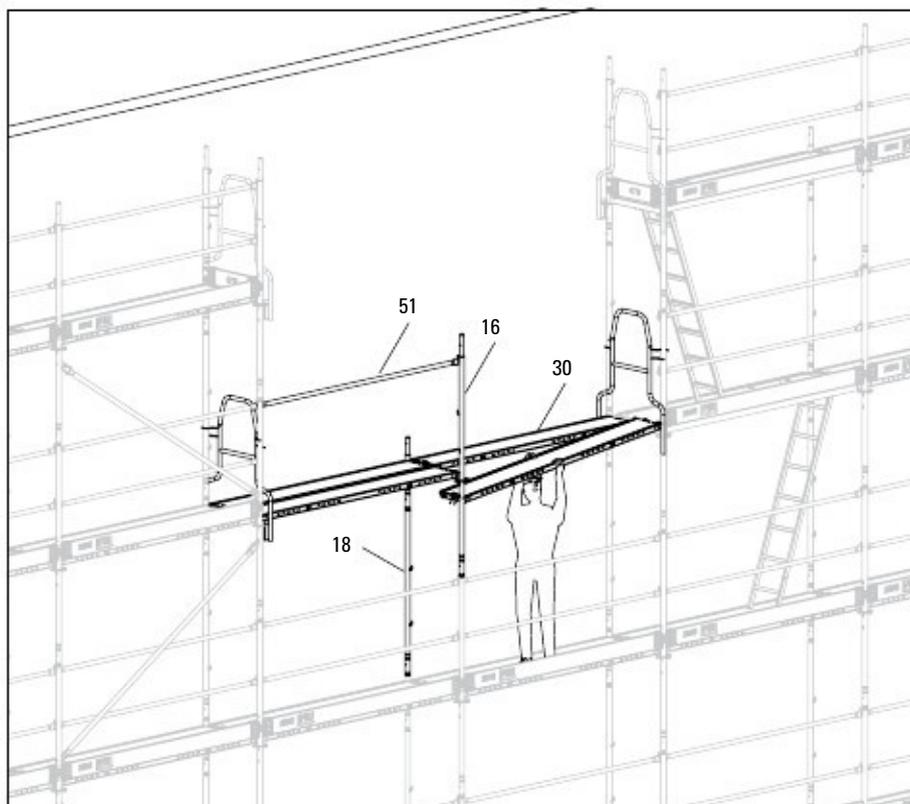

Fig. B8.04
1. От нивото непосредствено по-долу, монтирайте тръбата EVR 150 (18) и Easy Frame EVF (16) с парапета EPG (51).
2. Монтирайте пода (30).
- (Fig. B8.04)